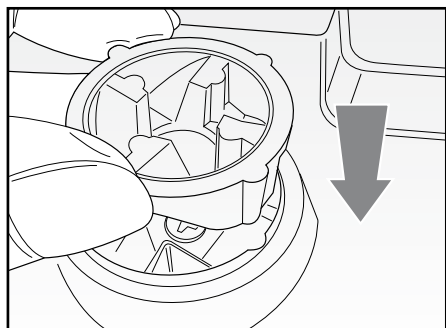

Fig. 8
- inserire il nuovo giunto (fig. 8);